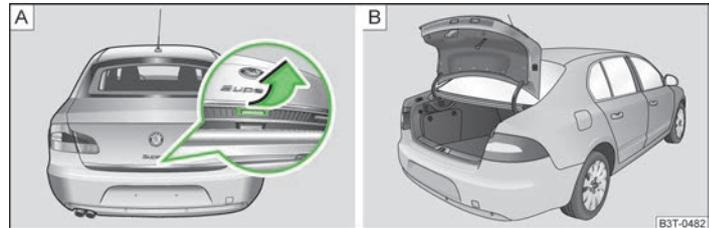

Abb. 17 Griff der Gepäckraumklappe / geöffnete kleine Gepäckraumklappe
Nach dem Entriegeln des Fahrzeugs kann die kleine Gepäckraumklappe » Abb. 17 geöffnet werden.
- Den Griff an der Unterseite der Gepäckraumklappe » Abb. 17 - **A** drücken, die Gepäckraumklappe hebt sich automatisch » Abb. 17 - **B**.